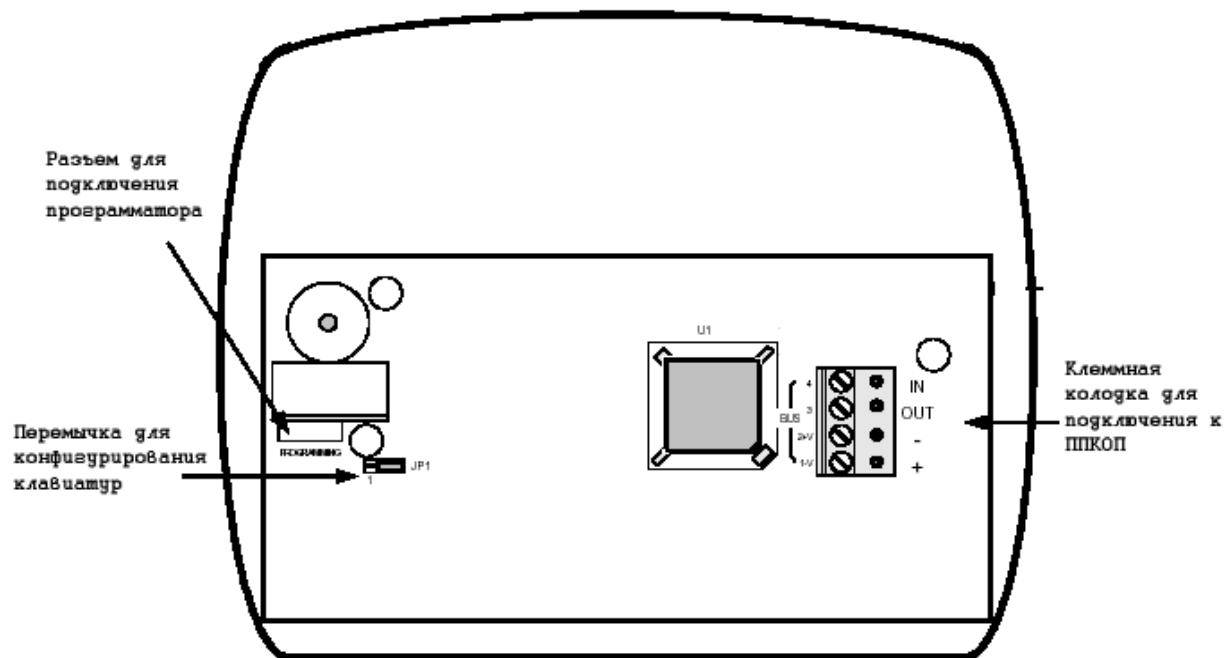

Рисунок 17 - Расположение элементов на плате клавиатуры
2.8.1.2 Закоротите контакты 1 и 2 перемычкой JP1 (см. рисунок 17).